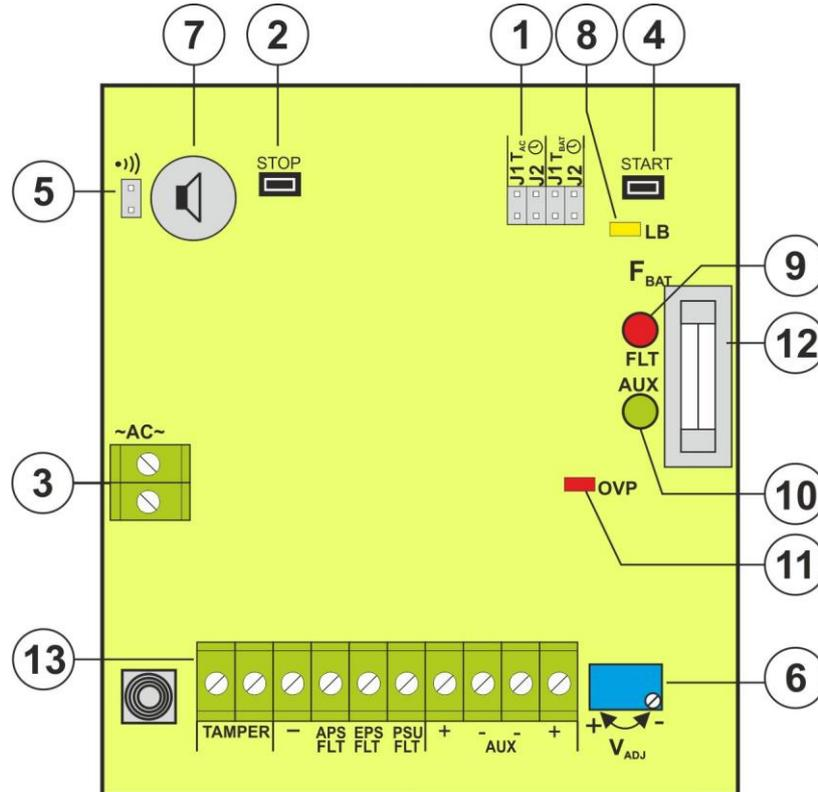

Bild. 2. Ansicht der PCB-Platte des Netzteils.
**Tabelle 1. Elemente der PCB-Platte des Netzteils (siehe Bild. 2).**
①	Trenntransformator
②	Netzteil-Platte (Tab. 1, Bild 2)
③	TAMPER; Mikroschalter des Antisabotageschutzes (NC)
④	L-N Speisungsverbindung 230V/AC,  Schutzverbindung PE
⑤	F MAIN Sicherung im Speisungskreis 230V, T1A / 250V
⑥	Batterie-Konnektoren: +BAT = rot, - BAT = schwarz